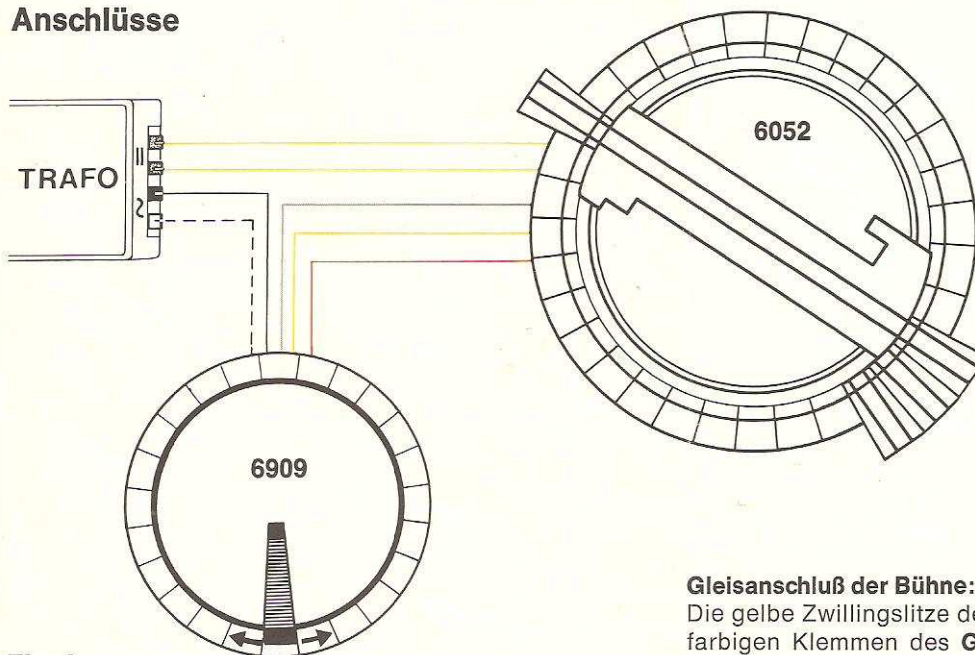

Fig. 4
**Connecting current to the platform:** The twin yellow wires of the turntable should be connected to the clips for the D. C. on the transformer. Current for the rail itself depends on the position of the platform. Thus only the line from the turntable is provided with current. All the other lines remain without current, making it possible to leave locos there. Current must be turned off when the Platform is being turned (Fig. 4).
**Courant de traction dans le pont tournant:** le cable bipolaire jaune de la plaque tournante est raccordé aux bornes de couleur correspondante du transformateur, qui fournissent le courant continu =. Les voies qui sont issues de la plaque tournante reçoivent du courant de traction suivant la position du pont tournant; celui-ci n'alimente donc que les voies vers lesquelles il est orienté. Toutes les autres voies sont hors tension, ce qui permet d'y garer des locomotives. Il faut donc couper le courant de traction aussi longtemps que le pont tourne (fig. 4).
**Rijstroomaansluiting van de brug.** Het gele dubbelsnoer van de draaischijf wordt aan dezelfde kleur klemmen van de gelijkstroomaansluiting = aan de regel-transformator aangesloten. De rijstroomtoevoer aan de afzonderlijke rails gebeurt over de brug, afhankelijk van de plaats van de brug. ER worden daarom alleen dié rails met stroom voorzien, in welke richting de brug staat. Alle andere rails blijven stroomloos, zodat op elk moment lokomotieven uitgeschakeld kunnen worden. Tijdens het draaien van de brug moet de rijstroom uitgeschakeld blijven (Fig. 4).
**Vridbryggans körströmsanslutning:** Våndskivans 2 gula kablar ansluts till **likströmsuttagens** = gula klämmor på den reglerbara transformatorn. Strömför-sörjningen till de olika anslutningsspåren sker över vridbryggan avhängigt av vridbryggans läge. Alltså förse endast de anslutningsspår med ström, som har samma riktning som vridbryggan. Alla andra anslutningsspår förblir strömlösa så att lok alltid kan ställas upp. Medan man vrider bryggan måste kör-strömmen vara avkopplad (fig. 4).